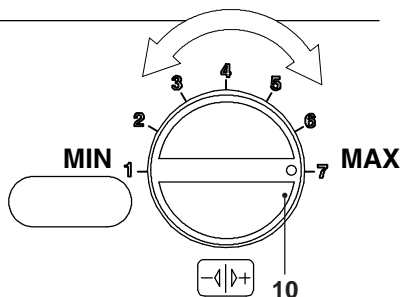

Figura 7.10
- Ruotare la manopola di temperatura sanitari 10 al massimo Figura 7.10 e verificare il valore di CO_2 .